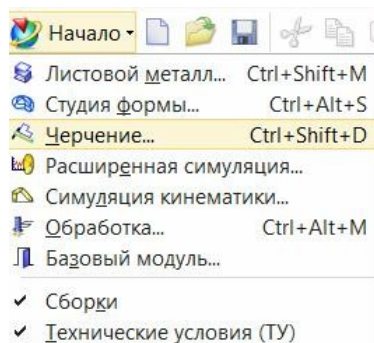

рис.142
- Конечно, в нашем базовом курсе по системе NX мы должны были бы поговорить и о **чертежах**. Действительно, в NX есть соответствующее приложение (рис.142), в котором вы можете выполнить чертеж детали или сборочного узла почти в соответствии с ЕСКД. Правда, нужно признаться, что конструкторы чаще выполняют чертежи в системах AutoCAD или КОМПАС. В этих системах адаптация к ЕСКД была скрупулезно выполнена ещё во времена Советского Союза.